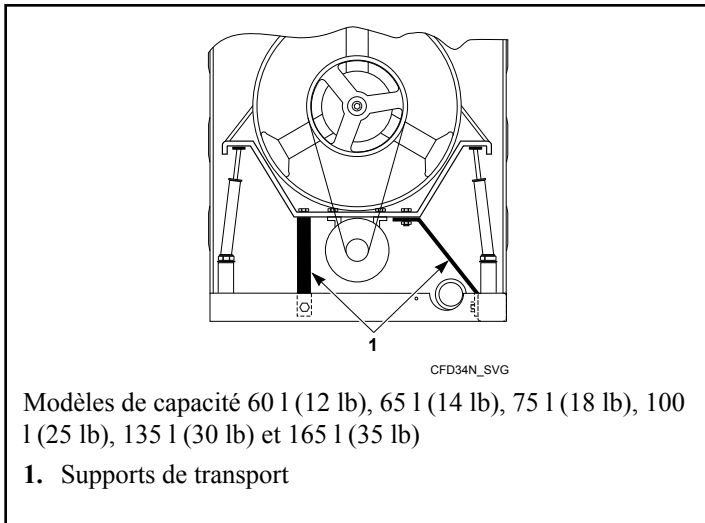
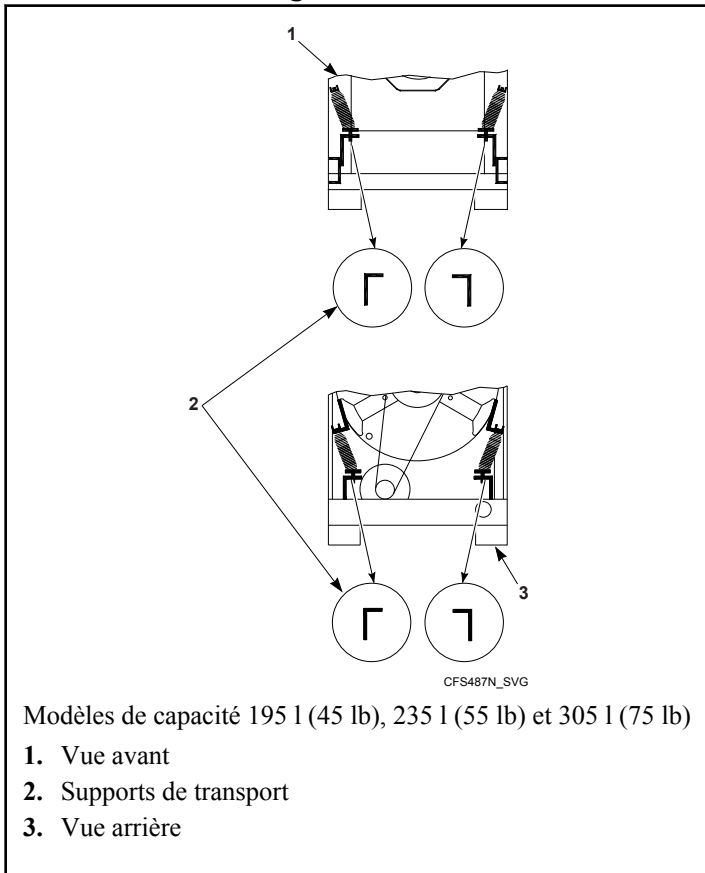
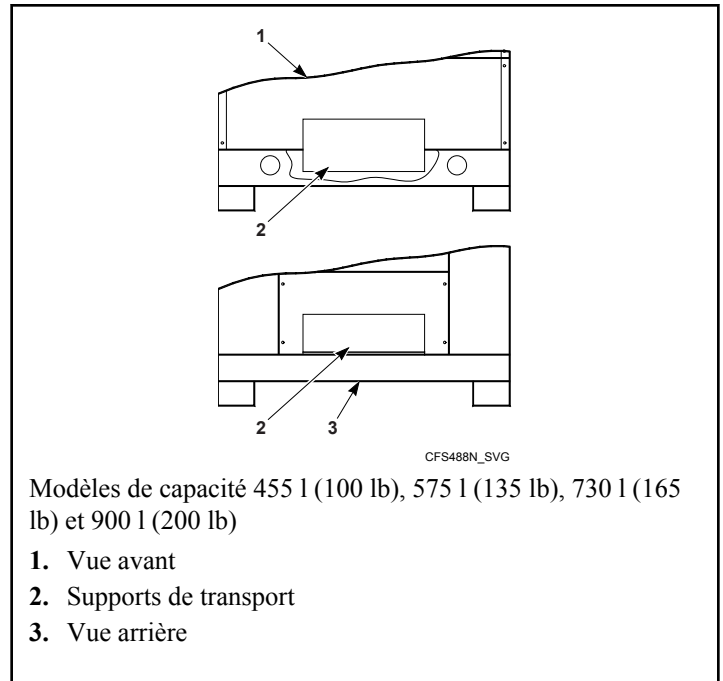

Figure 12
Figure 13
Figure 14
9. Déposer les quatre cales de transport rouges qui bloquent les éléments mobiles de la machine durant le transport. Consulter la *Figure 12* , *Figure 13* et la *Figure 14* pour les emplacements typiques des supports de transport.
Les modèles aux capacités suivantes : 60 l (12 lb), 65 l (14 lb), 75 l (18 lb), 100 l (25 lb), 135 l (30 lb) et 165 l (35 lb) ont deux supports de transport. Se reporter à la *Figure 12* .
Les modèles aux capacités suivantes : 195 l (45 lb), 235 l (55 lb) et 305 l (75 lb) ont quatre supports de transport. Se reporter à la *Figure 13* .
Les modèles aux capacités suivantes : 455 l (100 lb), 575 l (135 lb), 730 l (165 lb) et 900 l (200 lb) ont deux supports de transport. Se reporter à la *Figure 14*.